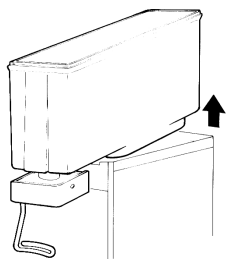

figura 2
- 4 - Togliere il contenitore vuoto sollevandolo dal lato opposto rubinetto e sfilandolo dalla guarnizione (vedere figura 2).